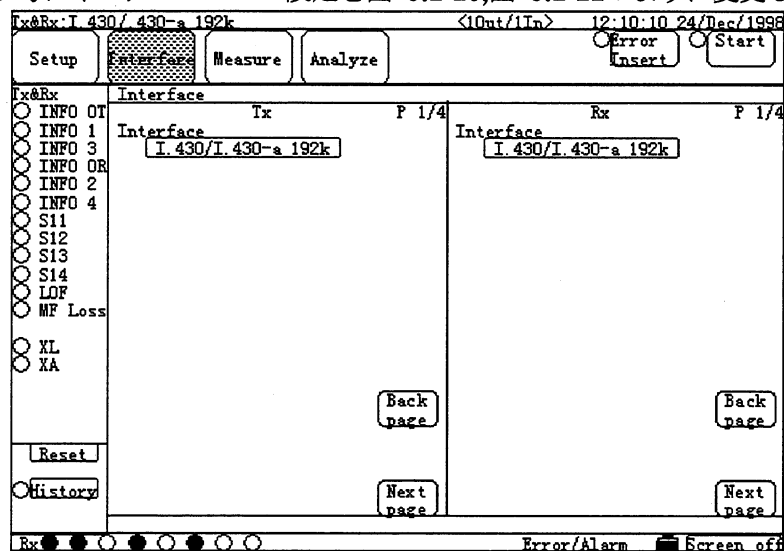
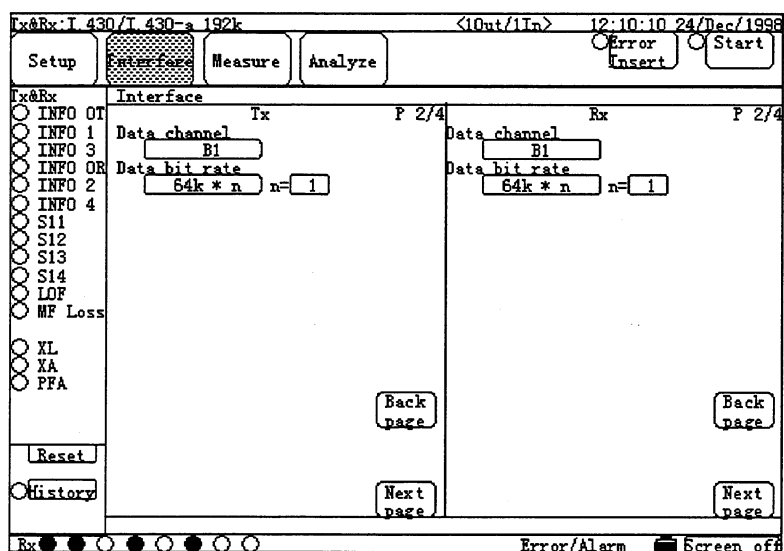

図 6.1-10 Interface 副画面(1)
図 6.1-11 Interface 副画面(2)
6.1.1項を参考にインタフェースの設定を図 6.1-10,図 6.1-11のように変更してください。